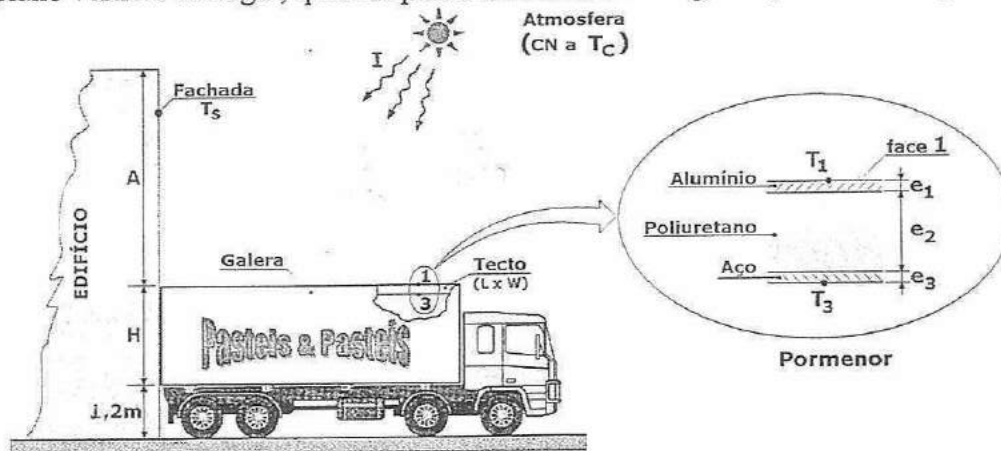
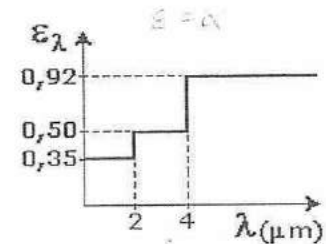

Figura 1
Figura 2
1. Um camião usado no transporte de produtos de pastelaria, está estacionado junto à fachada sul do único edifício existente nas redondezas, em posição perpendicularmente a ele, quer no plano vertical do lugar, quer no plano horizontal. Na figura 1, mostra-se o plano vertical.
A galera (ver figura 1) do camião tem um comprimento $L = 7$ m, uma largura $W = 3,5$ m e uma altura $H = 3$ m. O seu tecto é composto (ver pormenor na figura 1) por um painel exterior de alumínio ($e_1 = 5$ mm; $\lambda_1 = 200$ W/m.K), uma camada de isolante de espuma de poliuretano ($e_2 = 50$ mm; $\lambda_2 = 0,026$ W/m.K) e um painel interior de aço inox ($e_3 = 5$ mm; $\lambda_3 = 40$ W/m.K).
A face exterior de alumínio (face 1 – ver pormenor da figura 1) do tecto da galera, está pintada com uma cor que lhe confere um comportamento difuso com as características representadas na figura 2. No interior da galera, o ar encontra-se a uma temperatura média de 2°C (ar refrigerado) e o coeficiente de convecção médio, para as trocas de calor com as superfícies interiores, é igual a $\alpha_{\text{int}} = 9,5$ W/m².K.